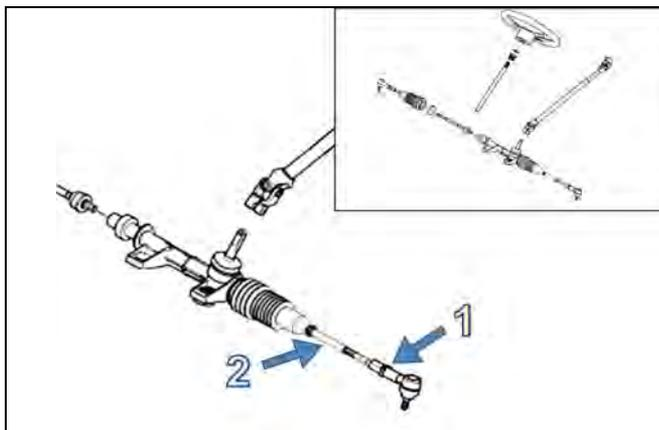

Figure 19
Pour effectuer l'ajustement sur le VCC, premièrement débloquer l'écrou (1) de chaque tige d'accouplement de la direction (2), visser ou dévisser ensuite la tige d'accouplement (2) d'un nombre de tours égal des deux côtés du véhicule. Voir la Figure 19.